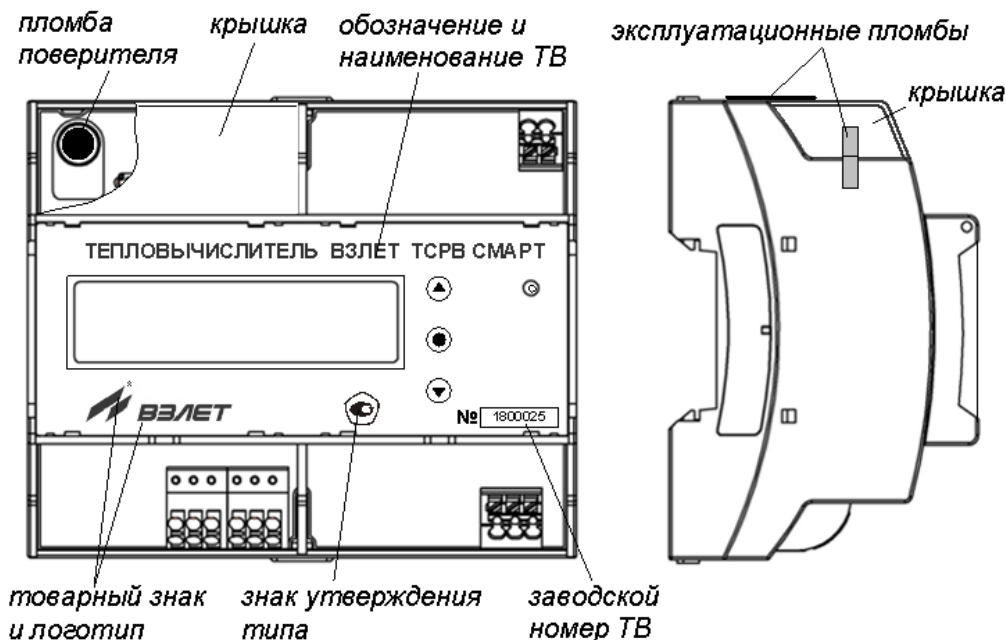
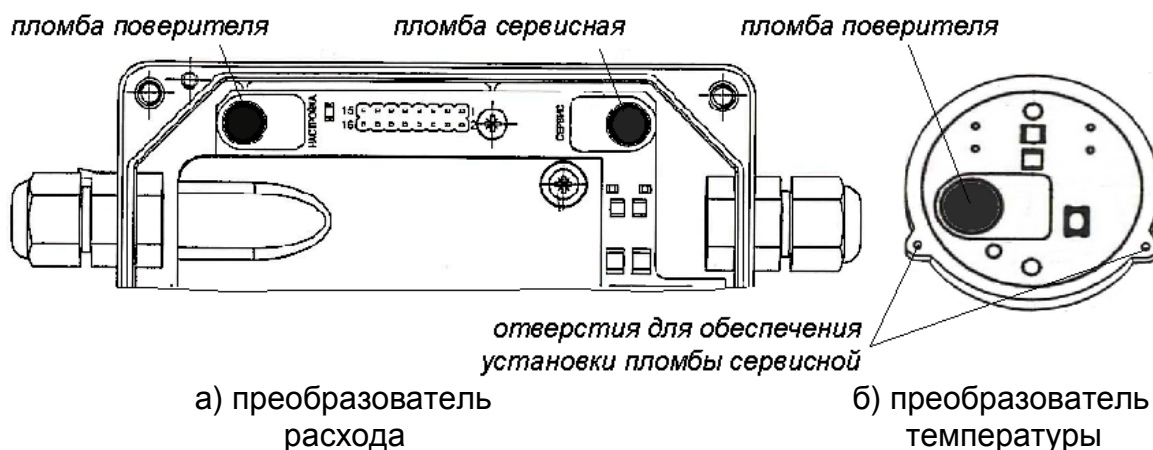

Рис.4. Размещение маркировки и возможных мест пломбирования корпуса ТВ.
Рис.5. Размещение мест пломбирования на ПР и ПТ.
1.7.1. Маркировка на лицевой панели ТВ (рис.4) содержит:
1.7.2. При выпуске из производства после проверки пломбируется колпачок, закрывающий кнопку включения режима НАСТРОЙКА ТВ (рис.4), а также соответствующие кнопки на ПР и ПТ (рис.5).
1.7.3. На объекте после монтажа и проверки функционирования составных частей теплосчетчика могут быть опломбированы крышки (колпачки), закрывающие кнопки разрешения модификации установочных параметров ТВ (рис.4), ПР и ПТ (рис.5).